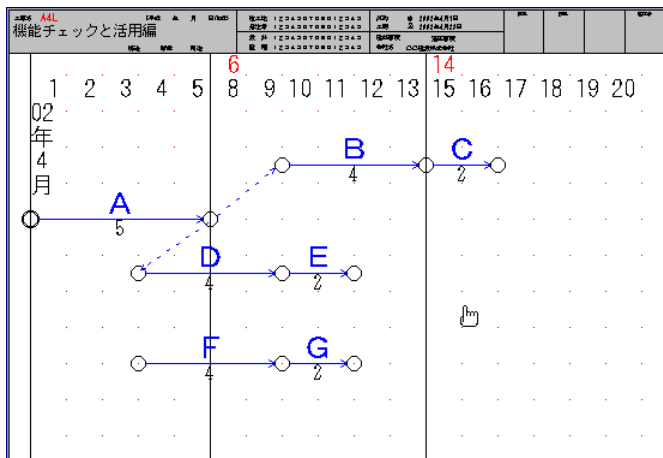
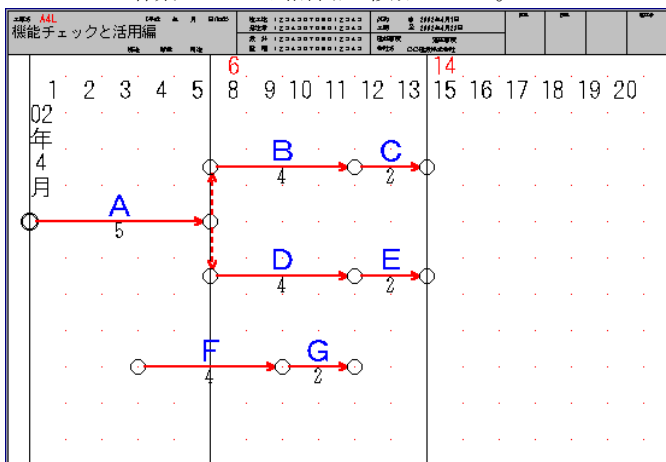

図5-11
図5-12
「図5-11」を計算処理したものが「図5-12」です。
- ②図5-11のFの元結合点のように左端の結合点は、スタート結合点として移動しません。